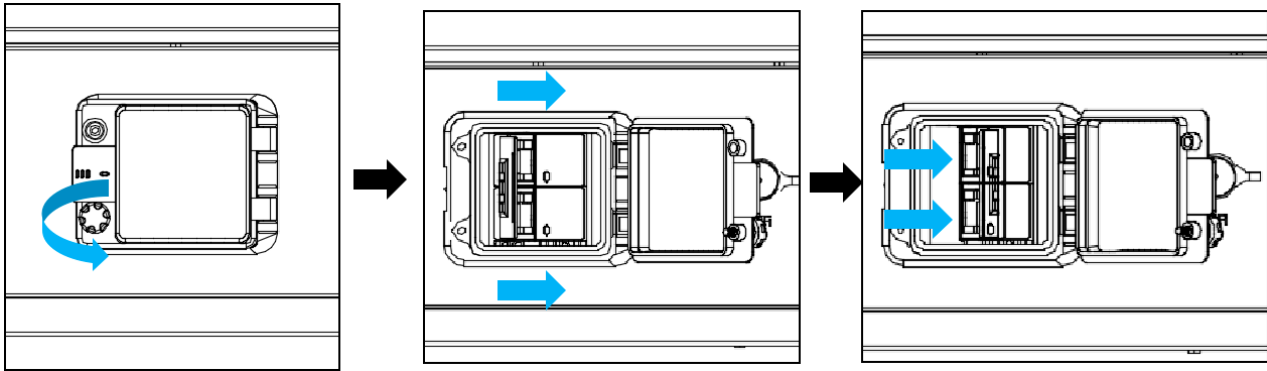

Fig. 4.4.1 Procedimiento de apertura de la cubierta protectora del disyuntor
- Paso 1. Abre la cubierta protectora del disyuntor y enciende el disyuntor en el lado «ON», consulta la fig. 4.4.1 (Asegúrate de que el inversor está conectado al módulo FV)